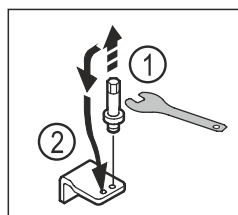

Fig. 14
- ▶ Skru ut boltene til den nedre lagerbukken med utvendig sekskantnøkkel SW5. Fig. 14 (1)
- ▶ Sett inn boltene på motsatt side. Fig. 14 (2)